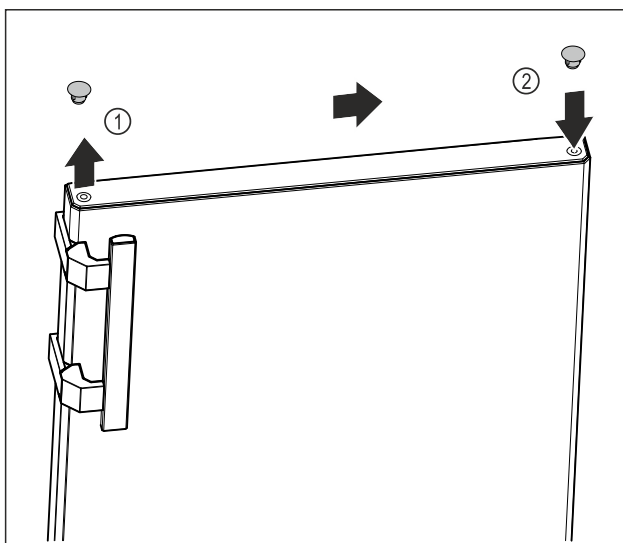

Fig. 15
- Zdvihnite opatrne kryciu zátku hornej strany dverí Fig. 15 (1) pomocou plochého skrutkovača.
- Nasad'te kryciu zátku na opačnú stranu. Fig. 15 (2)